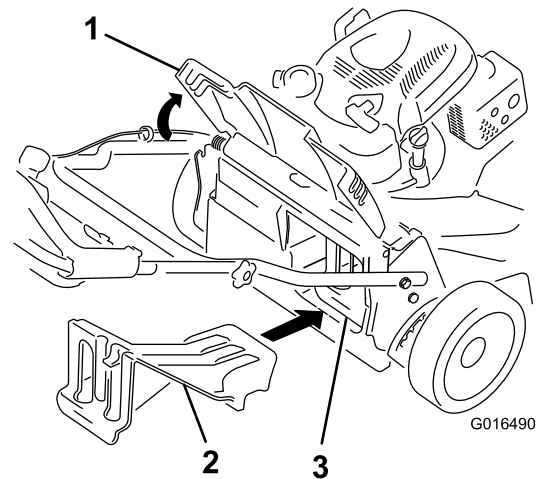

Figure 26
- Si l'obturateur d'éjection arrière n'est pas en place, saisissez-le par la poignée, soulevez le déflecteur arrière, et insérez-l'obturateur dans d'éjecteur arrière jusqu'à ce que le dispositif de verrouillage s'enclenche ; voir Figure 26.
**Important:** Assurez-vous que l'obturateur d'éjecteur arrière est en place avant de procéder au recyclage (Figure 26).